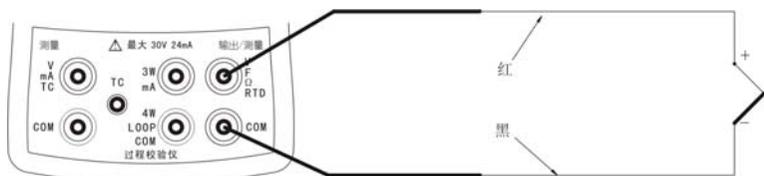

图 11 输出/测量端热电偶测量温度
- (1) 按  选择测量模式。
- (2) 按右侧  选择热电偶测量，继续按  可切换测量热电偶类型。
- (3) 按图 11 所示连接校验仪。
- (4) 屏幕下方显示测量的热电偶温度值，右下角点阵区显示当前的冷端补偿温度值。